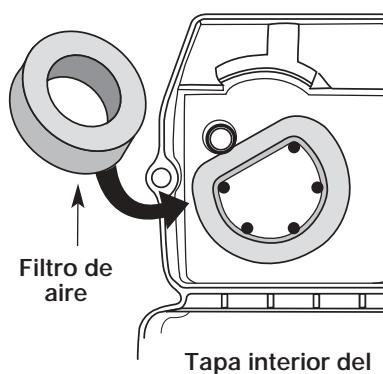

Figure 22
2. Gire la tapa y ubique el filtro de aire adentro. Saque el filtro de aire de adentro de la tapa del filtro de aire / silenciador (Fig. 22).
- Cambie el filtro de aire dentro de la tapa del filtro de aire / silenciador (Fig. 22).